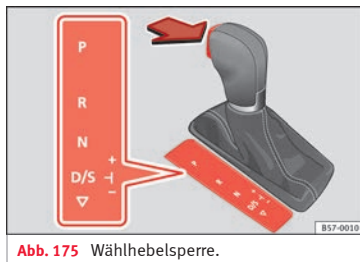

Abb. 175 Wählhebelsperre.
- Betätigen Sie das Bremspedal *und* halten Sie gleichzeitig die Sperrtaste in Pfeilrichtung gedrückt » **Abb. 175**.